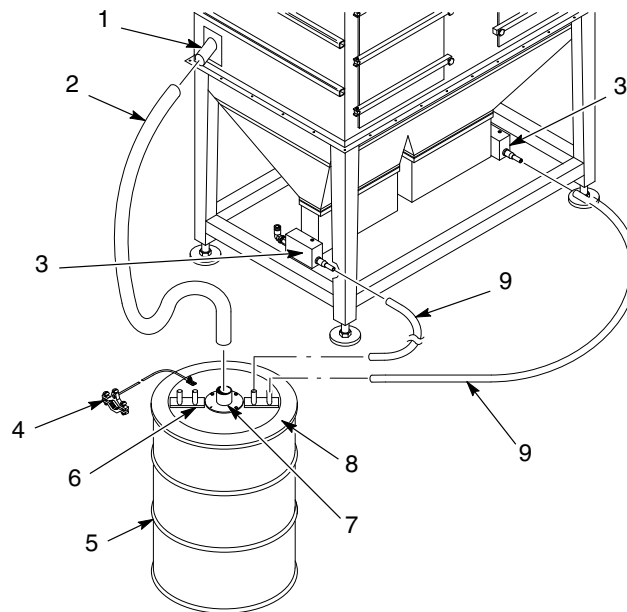

Figura 5-1 Esvaziamento das tremonhas de desperdícios
1. Consulte a figura 5-1. Monte a tampa de desperdício (8) num bidão vazio de 55 galões (5).
2. Ligue o terminal de ligação à terra (4) a uma verdadeira ligação à terra.
3. Ligue mangueiras de transferência de $\frac{3}{4}$ in. (9) entre as bombas de transferência (3) e os conectores de mangueira (6) da tampa de desperdício. Utilize braçadeiras de mangueira nas duas extremidades das mangueiras de transferência.